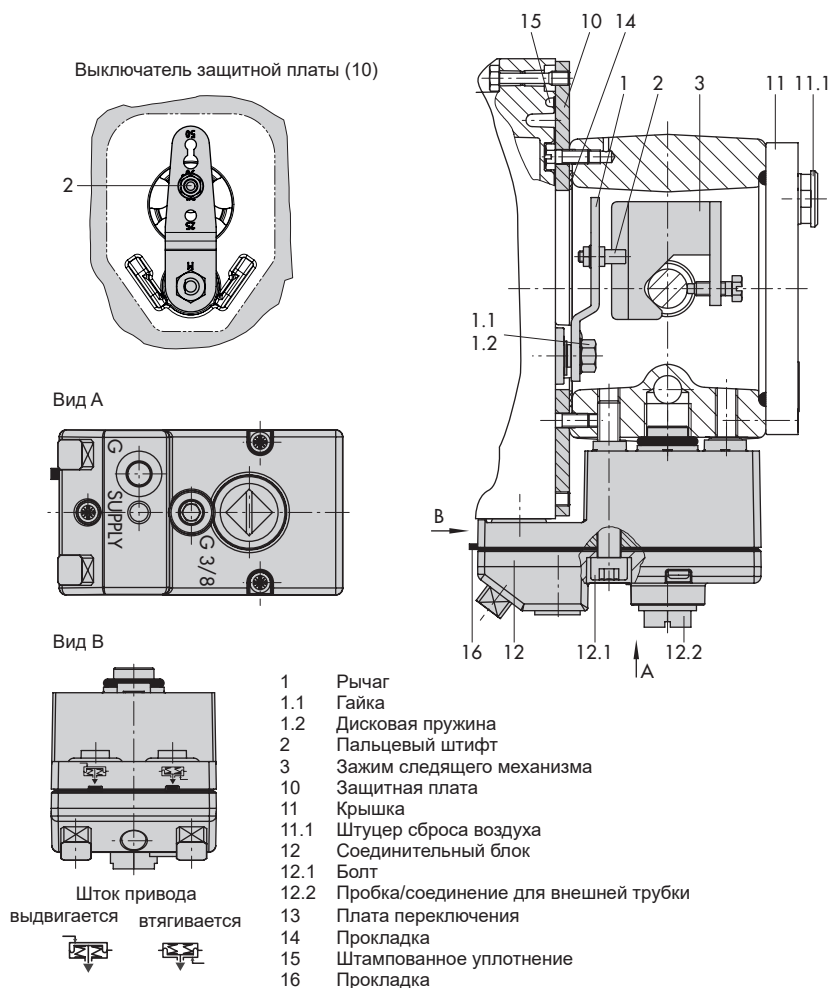

Рис. 7: Прямой монтаж – Соединение управляющего давления для привода Тип 3277 площадью 175 - 750 см²
Привод 120 см² (см. Рис. 7)
- ➔ Необходимо установить плату переключения (9) на раме привода в зависимости от положения безопасности "Шток привода выдвигается" или "Шток привода втягивается". Отрегулируйте символ для крепления слева или справа с маркировкой (см. Рис. 7, сверху).
1. Установите соединительную плату (6) или кронштейн манометра (7) с манометрами на позиционере, следите за правильностью положения двух уплотнительных колец (6.1).
2. Выкрутите резьбовую заглушку (4) с обратной стороны позиционера и закройте выход управляющего давления (38) на соединительной плате (6) или кронштейне манометра (7) пробкой (5) из прилагаемого навесного оборудования.
3. Установите зажим следящего механизма (3) на шток привода, выровняйте и зафиксируйте таким образом, чтобы крепежный болт находился в пазе штока привода.
4. Защитную плату (10) узкой стороной выреза (Рис. 7, слева) зафиксируйте в направлении соединения управляющего давления. Прокладка (14) должна указывать в сторону рамы привода.
5. Проверьте положение пальцевого штифта (2) на рычаге М (1). Тип монтажа см. в таблицах рабочего хода. При необходимости, положение штифта можно изменить (см. раздел 5.2).
6. Вставьте штампованное уплотнение (15) в паз корпуса позиционера, установите уплотнение (10.1) на обратную сторону корпуса.
Привод 175 - 750 см² (см. Рис. 7)
1. Установите зажим следящего механизма (3) на шток привода, выровняйте и зафиксируйте таким образом, чтобы крепежный болт находился в пазе штока привода.
2. Защитную плату (10) узкой стороной выреза (Рис. 7, слева) зафиксируйте в направлении соединения управляющего давления. Прокладка (14) должна указывать в сторону рамы привода.
3. Проверьте положение пальцевого штифта (2) на рычаге М (1). Тип монтажа см. в таблицах рабочего хода. При необходимости, положение штифта можно изменить (см. раздел 5.2).
4. Вставьте штампованное уплотнение (15) в паз корпуса позиционера.